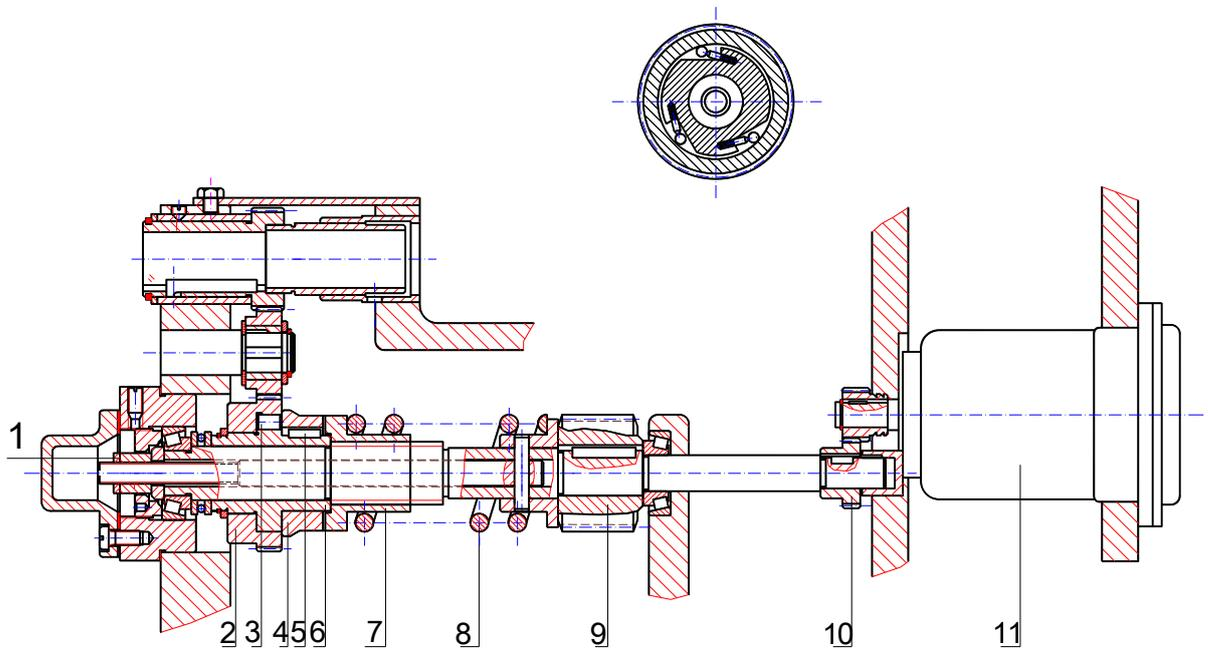

Рис. 19 Устройство предохранительной муфты и муфты свободного хода
Предохранительная муфта установлена на фартуке станка для обеспечения безопасной работы посредством соединения нажимной пружины предохранительной муфты для выскальзывания кулачка при резкой смене нагрузки или возникновении аварийной ситуации во время автоматической подачи. Таким образом, для обеспечения оптимальной работы предохранительной муфты необходимо отрегулировать давление пружины. Усилие для перемещения фартука передается зажиму предохранительной муфты с помощью зубчатого колеса (2) (Рис. 19), ролик 3 передает усилие муфте свободного хода (5) и посредством шпонки на лыске (6) зажиму предохранительной муфты, а затем зажиму, сжатому пружиной (8) посредством зажима 4. Когда сила сопротивления будет слишком большой, пружина (8) нажимается зажимом (7) для расцепления кулачка. Если предохранительная муфта имеет слишком свободный ход, отрегулируйте гайку (1) для увеличения давления пружины (8) до необходимого значения.
В целях обеспечения возможности отключения нормальной подачи при включении двигателя быстрой подачи и в целях безопасности, передний конец предохранительной муфты имеет муфту свободного хода, передающая вращение только в одном направлении. См. Рис.19 Устройство предохранительной муфты и муфты свободного хода в главе 7. Техническое обслуживание и регулировка станка. В случае нормальной подачи ходовой винт вращается против часовой стрелки посредством зубчатой передачи на наружном кольце (2) муфты свободного хода и роликов (3) с клиньями для вращения внутреннего кольца (5) и левого кулачка (4) предохранительной муфты. Затем приводится в действие червячный винт (9), вращающий механизм червячных колес. После запуска двигателя быстрой подачи, червячный винт (9) вращается против часовой стрелки при помощи зубчатого колеса (10). Т.к. внутреннее кольцо (5) муфты свободного хода вращается быстрее наружного кольца (2), ролики (3) освобождаются для расцепления внутренних и наружных колец. Мощность не может передаваться от ходового винта для защиты быстрой подачи. После остановки двигателя быстрой подачи наружное кольцо вращается быстрее, чем внутреннее. Ролики снова зажмутся для возврата к нормальному режиму подачи.